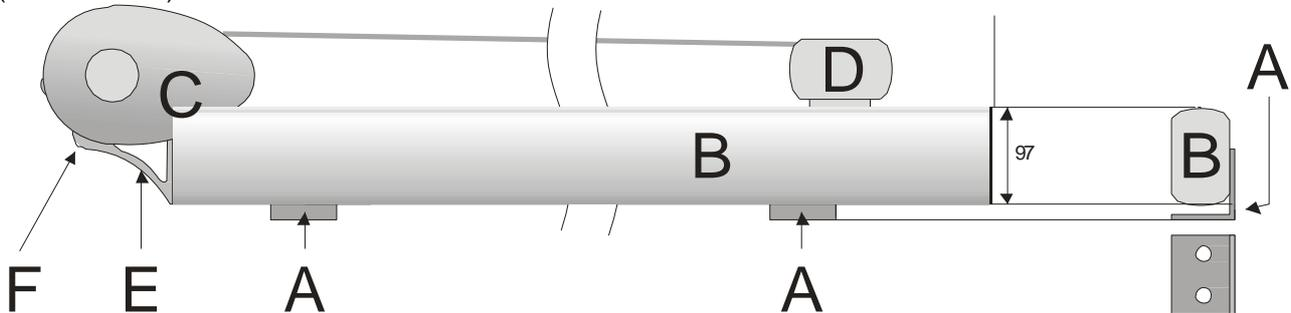

Abb. 2 (Frontansicht)
- Markieren sie die Stelle des Halters (A) und bohren Sie die Löcher. Die Anordnung der Führungsschienen (B) und ihre Position sind in Abbildung 2 dargestellt. Ihr Abstand von der Markisenkante (X) beträgt 200 mm mit einer Toleranz von 100 mm, abhängig von den Montagebedingungen. Möglich ist auch eine Anordnung von Führungsschienen mit der Verwendung zusätzlicher Unterstützung (Z). Setzen Sie die Halterungen (A) auf die Führungsschienen (B), die so sein sollten, dass sie nicht mehr als 200 mm vom Profilende der Kassette entfernt sind wie auch auf der gegenüberliegenden Seite.